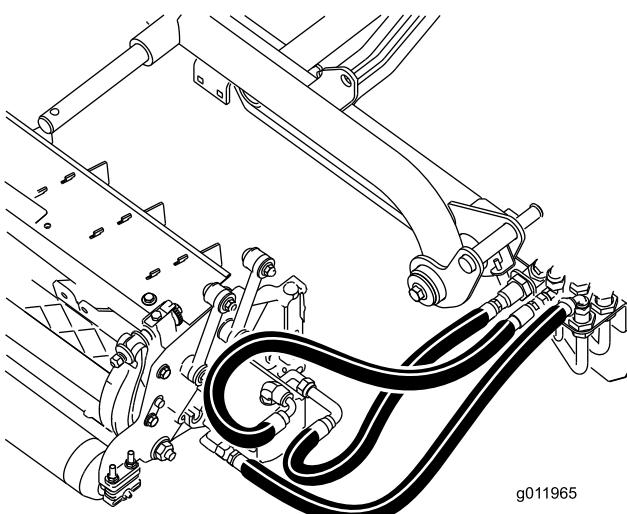

Bild 21
**Wichtig:** Vergewissern Sie sich, dass keine Schläuche verdreht oder stark geknickt sind. Die Schläuche des Heckmähwerks müssen, wie in Bild 21 dargestellt, verlegt werden. Heben Sie die Mähwerke an und bewegen Sie sie nach links (Modell 03170). Die Schläuche des Heckmähwerks dürfen die Halterung des Fahrantreibskabels nicht berühren. Ändern Sie ggf. die Position der Befestigungen und/oder der Schläuche.